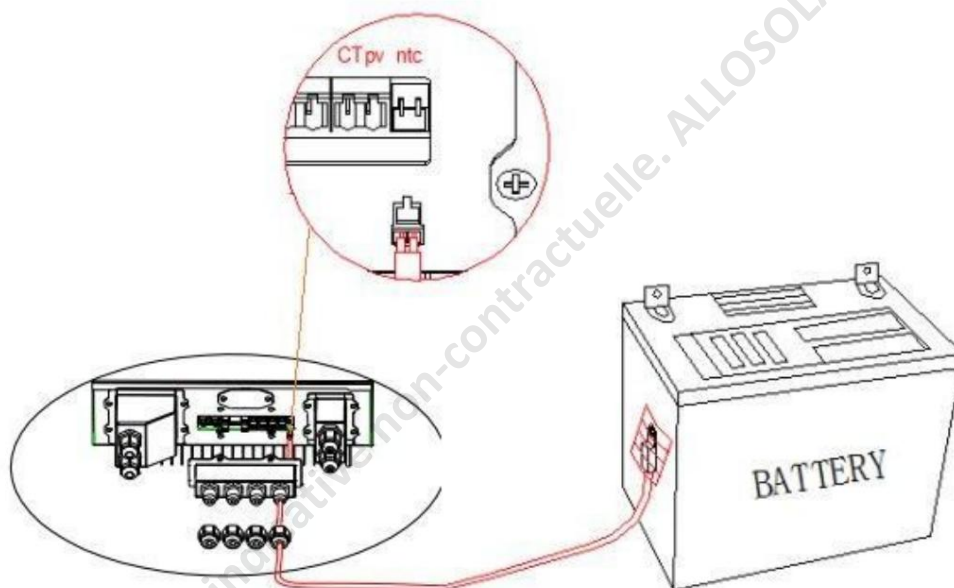

Fig. 13 Connexion NTC
Étape 3 : Desserrez les 4 vis (partie A) à l'aide d'un tournevis (fig. 13)